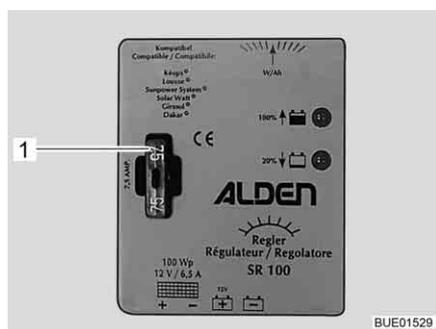

Fig. 151 Fusibile regolatore di carica del pannello solare 100 W
- Sostituire il fusibile piatto 5 A/marrone chiaro (Fig. 151,1).